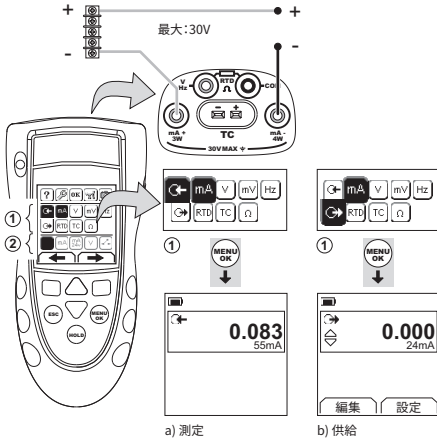
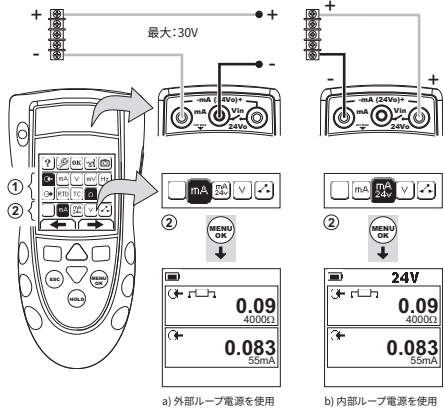
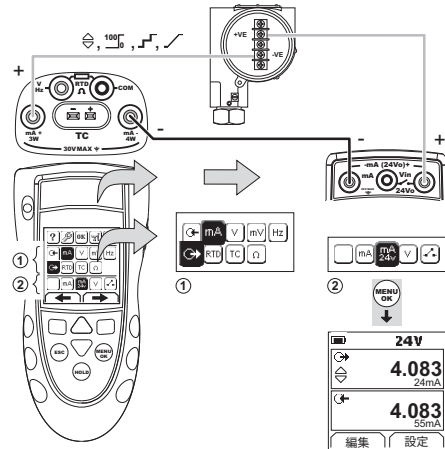

図1: 構成例 - 外部ループ電源を使用して mA を測定 / 供給 (エリア ①)
図3: 構成例 - mA の測定 (二重機能、エリア ②)
図2: 構成例 - 内部ループ電源を使用して mA を供給 (エリア ①)
1. 本計器を接続し (図 1、図 2 または 図 3)、必要に応じてセットアップ (表 1) を調整します。